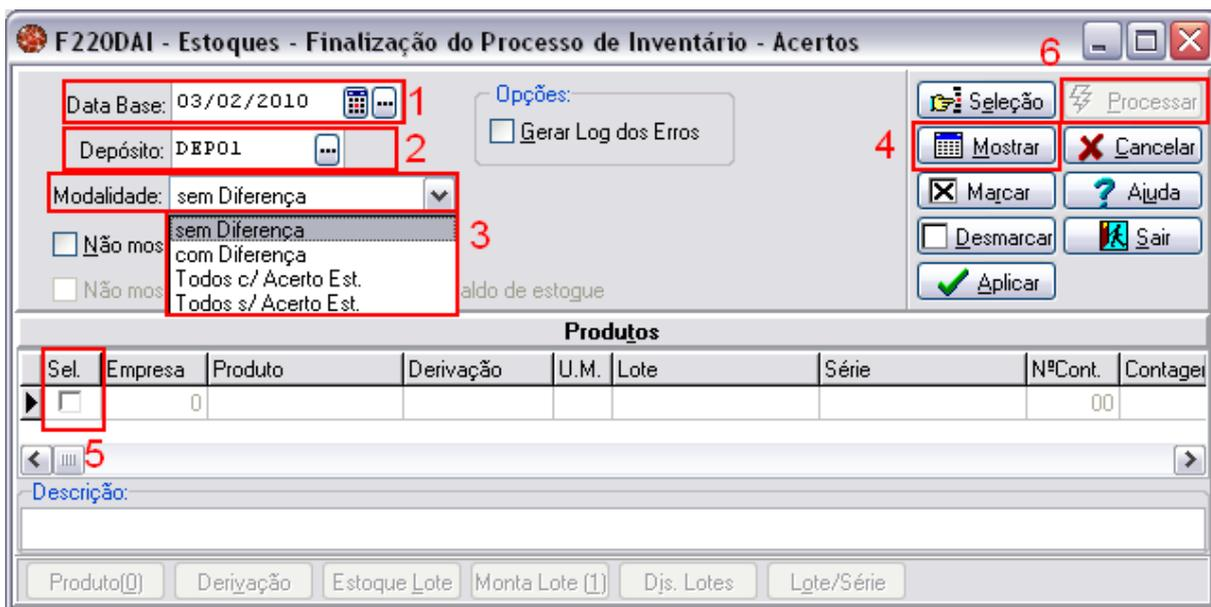

Figura 10
Contagens do Inventário (Fim do Inventário). Efetuada através do processo 801, o Sapiens importa as contagens efetuadas, mas é necessário que o usuário do Sapiens aplique as diferenças no próprio Sapiens. Na tela - Suprimentos > Gestão de Estoques > Inventário > Diferenças/Acertos (tela F220DAI) (figura 10), preencha os campos (1), (2) e (3) com as informações necessárias e pressione o botão Mostrar (4), em seguida, serão exibidos os itens com base no que foi informado anteriormente, em (5) selecione os itens que deseja processar (este momento deve ser aproveitado para fazer mais uma conferência no levantamento feito, para assim garantir que os dados provenientes do inventário estejam corretos) e pressione o botão Processar (6), que agora deve estar ativo. Dessa maneira serão aplicadas ao Sapiens as informações provenientes do WMS. Após isto, os produtos serão liberados para movimentações no Sapiens.